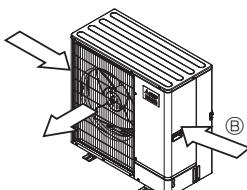

Fig. 2-4
- Posisjoner enheten slik at luftutslippet kan blåse i rett vinkel for sesongvindretning, hvis mulig. (Fig. 2-4)
⑤ Vindretning